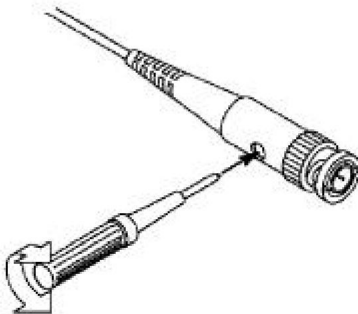

Figura 3-7 Regolare la sonda
2. Controllare le forme d'onda visualizzate e regolare la sonda fino a ottenere una corretta si ottiene una compensazione (vedere *Figura 3-6 e Figura 3-7*).